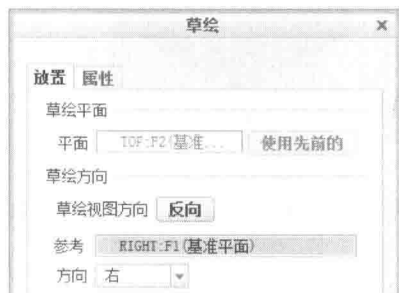

图 1-10 创建草绘
(1) 单击【模型】选项卡中【基准】区域的【草绘】按钮, 出现【草绘】对话框, 如图 1-10 所示。
① 在【草绘平面】组中激活【平面】, 在【模型树】中选择 Top 基准面;
② 在【草绘方向】组中激活【参考】, 在【模型树】中选择 Right 基准面, 在【方向】下拉列表中选择【右】选项。